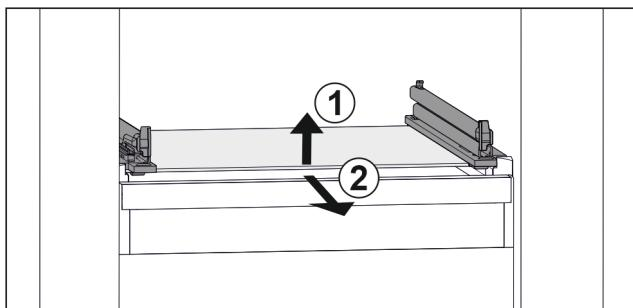

Fig. 34 Příklad znázornění skleněné desky
- Nadzvedněte skleněnou desku vpředu. Fig. 34 (1)
- Vyjměte skleněnou desku dopředu. Fig. 34 (2)